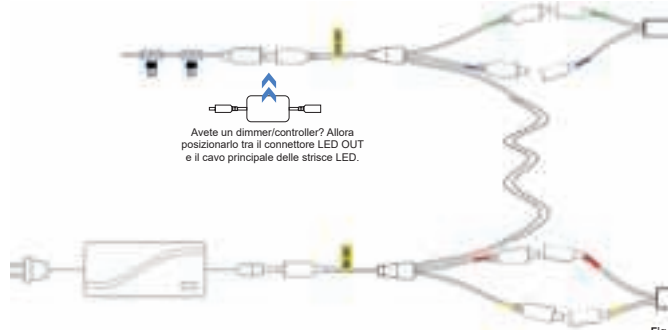

Fig. 5
- In cima alla scala, collegare il connettore 'LED OUT' del cavo del sensore al cavo principale delle strisce Led (vedere Fig. 5). Infine, collegare il connettore 'AD IN' all'adattatore.**